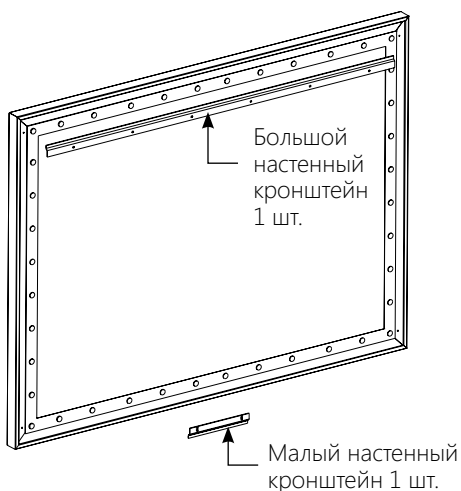

Рисунок 2
1. Прикрепите к стойкам каркаса стены большой настенный кронштейн на желаемой высоте. Расположите кронштейн ровно. После монтажа верхняя часть рамы будет на 1/8" выше верхней плоскости настенного кронштейна. Для подвешивания экрана необходим зазор над кронштейном не менее 5/8". На рис. 2, 3 и 4 показана правильная ориентация настенных кронштейнов из комплекта поставки.